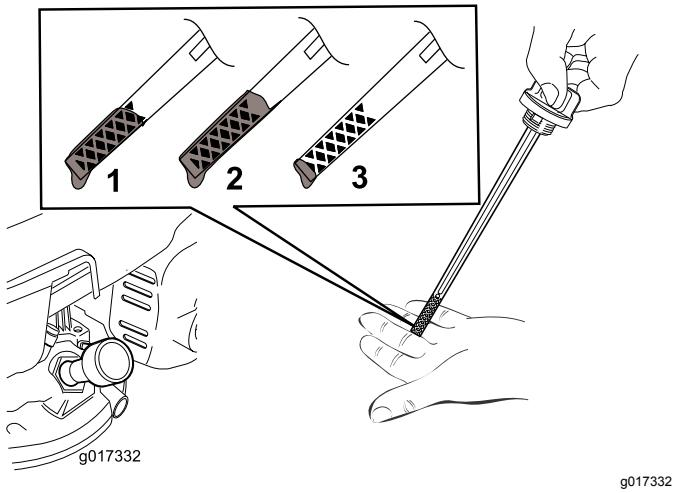

图11
5. 要确定量油尺上的机油油位是否合适请参阅 图11。
**注意** 向发动机曲轴箱添加机油直到量油尺显示机油油位达到 图11 中所示的正确位置。如果发动机加注机油过多则需要按照“更换机油”一节的说明去除多余机油。